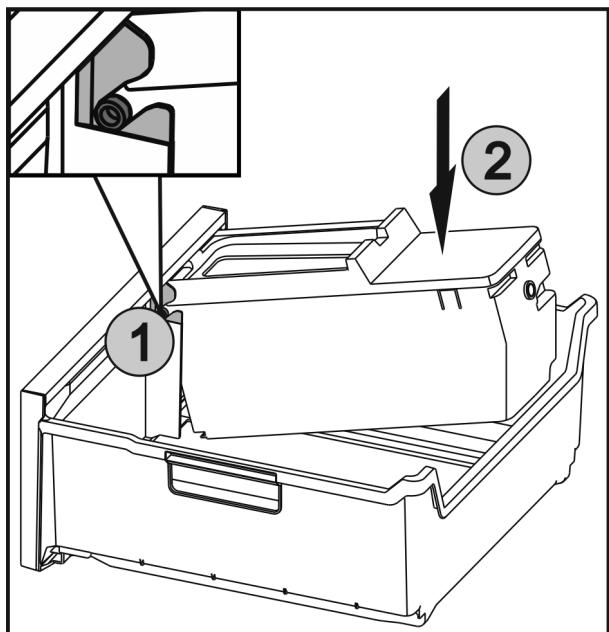

Fig. 41
- Вставить оси Fig. 41 (1) на EasyTwist-Ice в направляющие и вдавить заднюю сторону Fig. 41 (2) до фиксации накладки.